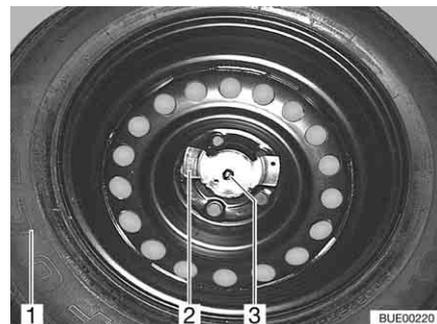

Fig. 229 Fixation de la roue de secours
- Dévisser les deux écrous (Fig. 229,2 et 3).
- Retirer la roue de secours (Fig. 229,1) de son étrier.